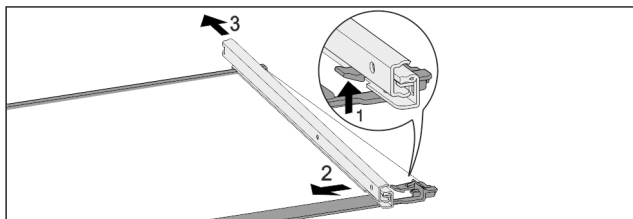

Fig. 139 Sklenená doska s koľajničkami
- ▶ Potlačte predný západkový hák nahor. Fig. 139 (1)
- ▶ Odsuňte vyťahovaciu koľajničku do strany Fig. 139 (2) a dozadu Fig. 139 (3).